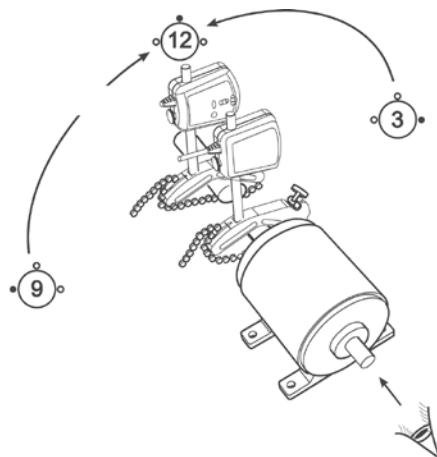

图10. 12点钟的位置
- a) 将两个测量单元转到12点钟的位置，利用水平仪的指示. (见图10)。